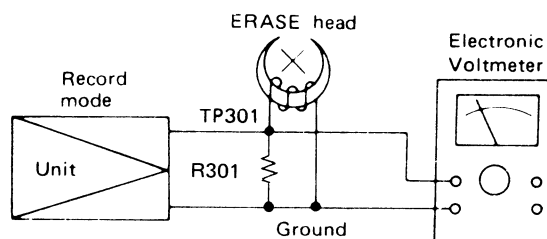

Figure 6-2
- Connect instruments as shown in Figure 6-2 and check if the erase voltage is as shown in Table 6-2.
- Stellen Sie sicher, daß zwischen den Instrumenten (siehe Abbildung 6-2) eine Verbindung besteht und kontrollieren Sie, ob der Löschstrom die in Tabelle 6-2 angegebenen Werte hat.
- Brancher les appareils comme le montre la Figure 6-2 et vérifier si le courant d'effacement satisfait le Tableau 6-2.